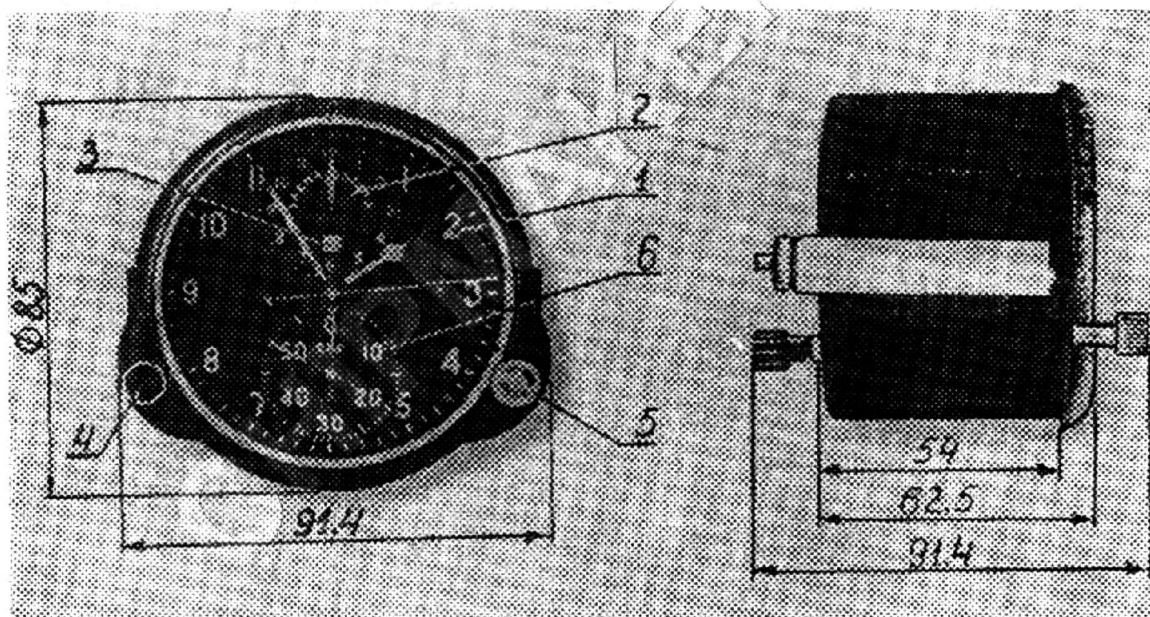

Рис. 2. Вид часов АЧС-1 со стороны циферблата и вид сбоку с габаритными размерами:
- в) секундомера для замера и отсчета коротких промежутков времени (рис. 2).